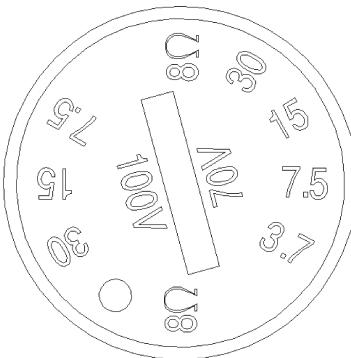

Рис. 6. Переключатель режима
- 11 Перед установкой решётки переключателем1 выберите нужный режим работы громкоговорителя2 (см. рис. 6)
1 Переключатель режима может, в зависимости от модели, иметь разные обозначения положений. Например, на рис. 6 показан переключатель для модели SPK-CC688